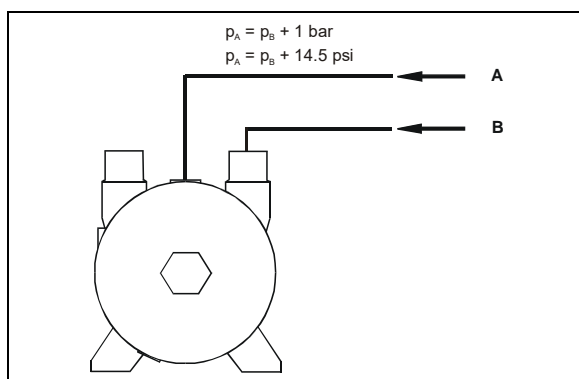
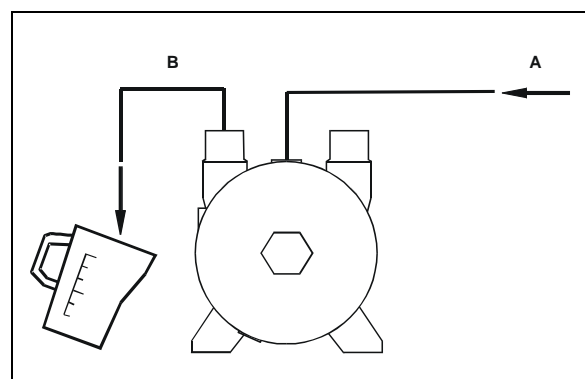
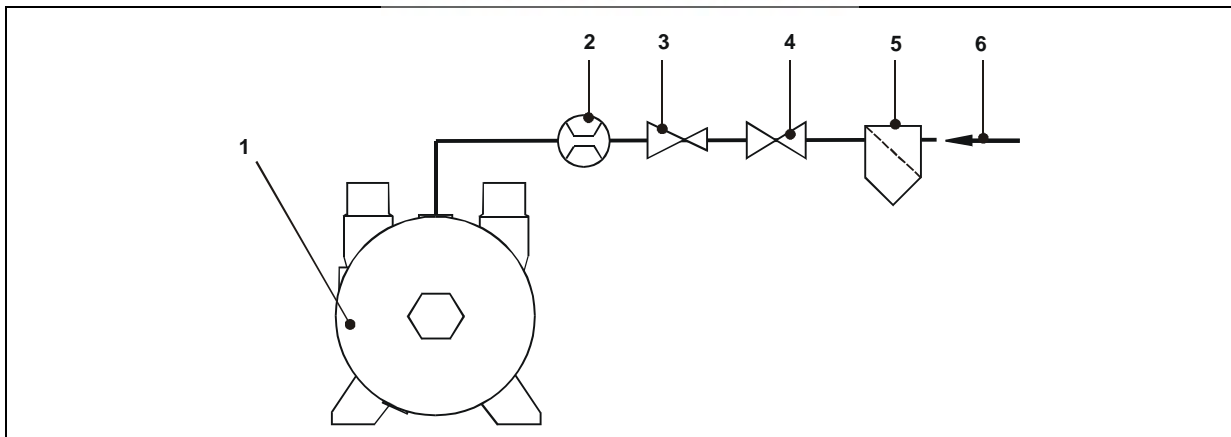
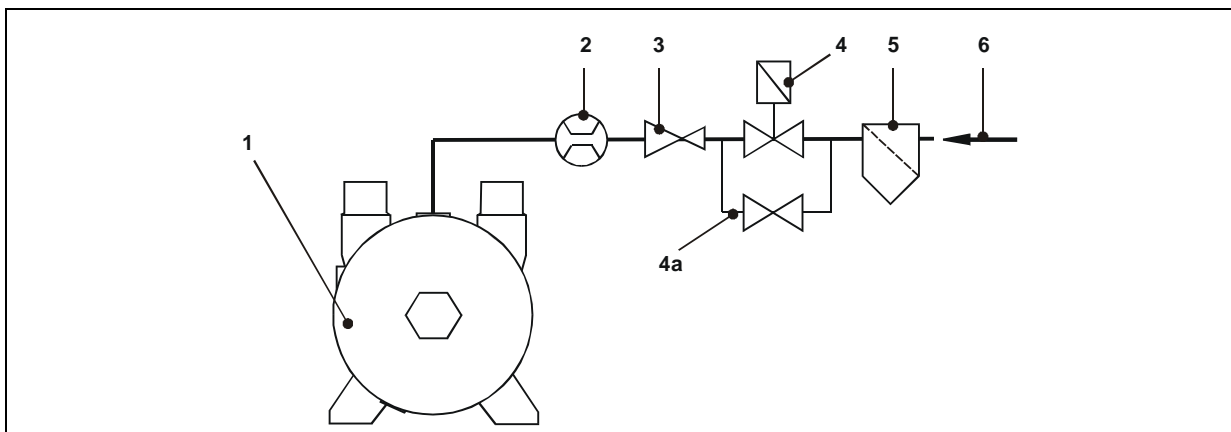

Fig. 9 : Réglage du débit du fluide de service : réglage de la pression d'alimentation
Fig. 10 : Réglage du débit du fluide de service : mesure du débit avec un verre gradué
Fig. 11 : Fonctionnement avec arrivée du fluide de service : fonctionnement non automatique
Fig. 12 : Fonctionnement avec arrivée du fluide de service : fonctionnement automatique
robinet d'arrêt (Fig. 11, p. 29, pos. 4).
robinet d'arrêt dans la dérivation (Fig. 12, p. 29, pos. 4a).
Voir Fig. 9, p. 28. et Fig. 10, p. 28, ainsi que Fig. 11, p. 29 et Fig. 12, p. 29.
1) Régler la pression d'alimentation du fluide de service (Fig. 9, p. 28) :
Quand le fonctionnement n'est pas automatique (Fig. 11, p. 29) :
Quand le fonctionnement est automatique (Fig. 12, p. 29) :
- L'électrovanne (pos. 4) s'ouvre et le fluide de service est injecté.
- avec le débitmètre (Fig. 11, p. 29 et Fig. 12, p. 29, pos. 2)
- en mesurant le débit de fluide de service s'échappant de la tubulure de refoulement par unité de temps avec un verre gradué (Fig. 10, p. 28)
- au moyen d'un robinet de réglage (Fig. 11, p. 29 et Fig. 12, p. 29, pos. 3)